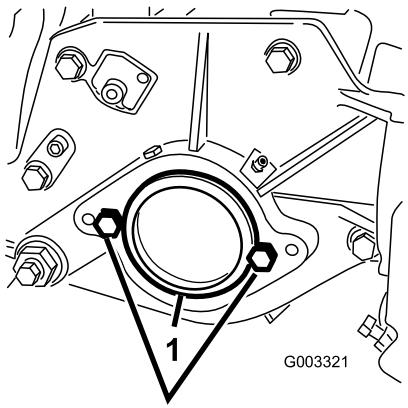

**Figura 6**
1. Nas unidades de corte #2 e #4, remova os 2 parafusos que prendem o contrapeso à extremidade esquerda da unidade de corte. Remova o contrapeso (Figura 6).